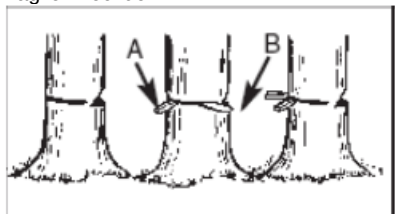

Fig 10c
Utilizzare cunei di legno o plastica (A) per evitare che la lama o la catena (B) si incastrino nel taglio. Le piume hanno anche il ruolo di controllare la caduta (Fig. 10c)